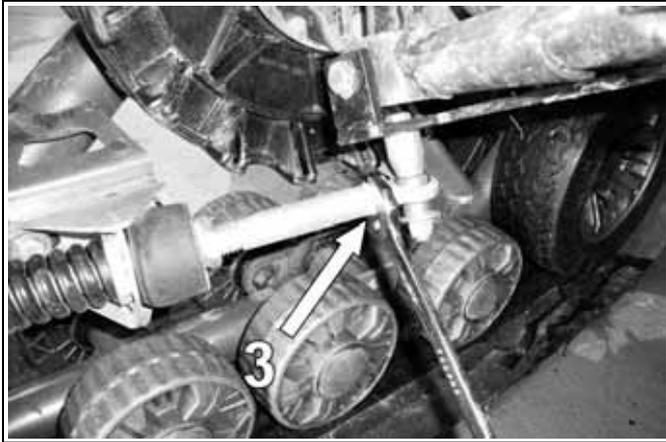

Abbildung 7
*HINWEIS: In einigen seltenen Fällen, wenn die Überwurfmutter (Teil 1 in Abbildung 6) zum Zusammendrücken der Feder durch Einstellen das Ende der Gewindestange erreicht hat, verlängern Sie die Baugruppe, indem Sie die Gegenmutter (Teil 3 in Abbildung 7) lösen und den Stangenkopf soweit herausschrauben, dass max. 19 mm des Gewindes sichtbar sind. Achten Sie darauf, dass Sie die Gegenmutter nach der Montage wieder gut festziehen.*